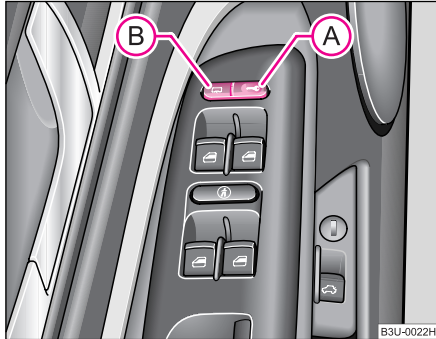

Fig. 23 Interiorul ușii conducătorului: Tastele închiderii centralizate
- Apăsați tasta **A** ♥ fig. 23.
- Apăsați tasta **B** ♥ fig. 23. Când capacul portbagajului a fost inclus în regimul de încuiere permanentă, după apăsarea tastei **B**, el nu se va descuia ♥ pagina 44.
Dacă autovehiculul a fost încuiat de la comutatorul închiderii centralizate **A** ♥ fig. 23, sunt valabile următoarele: